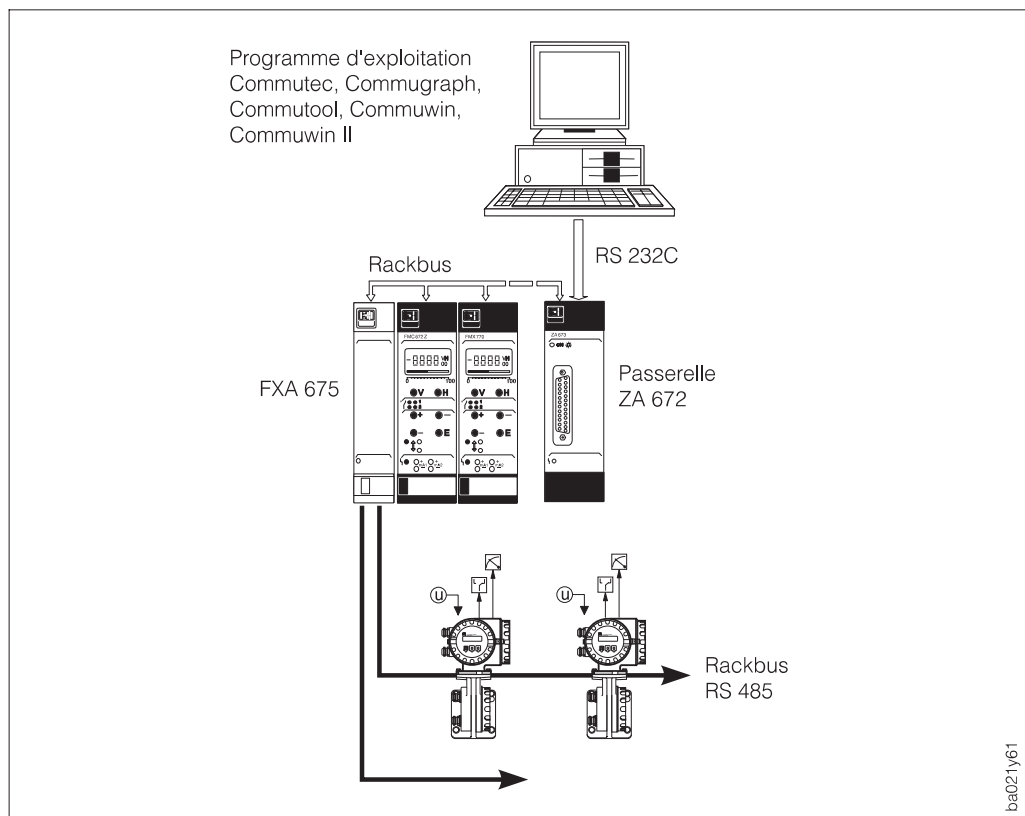

Fig. 39
- raccordement indirect à un système expert par le biais d'une carte FXA 675 et d'une passerelle pour MODBUS, PROFIBUS ou FIP (voir fig. 39).